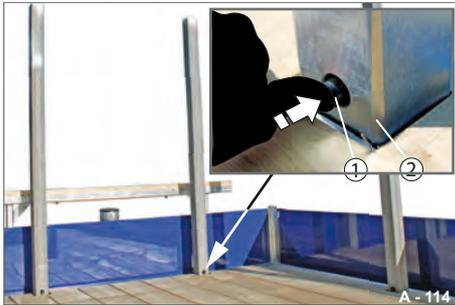

Abb. 169 Steckung entsichern
- ▶ Verriegelungsknopf (Abb. 169/1) eindrücken. Steckung (Abb. 169/2) ist freigegeben.